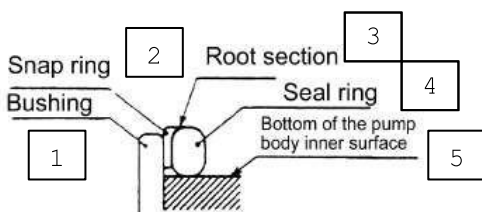

Рис. 10-23:
(3) Сборка.
- (e) Установить новое уплотнительное кольцо в выемку на задней крышке (См. Рис. 10-23).